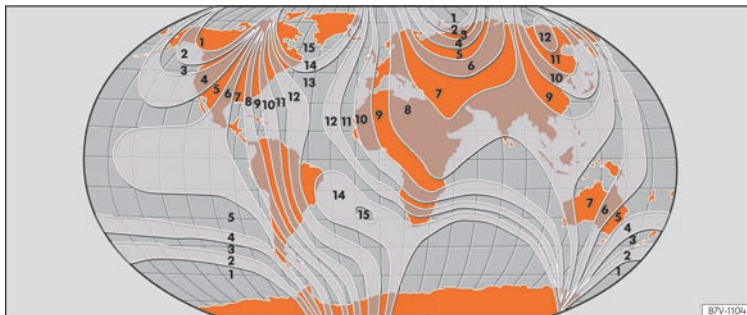

Fig. 80 Zones magnétiques.
- Sélectionnez la zone magnétique correspondant à la situation du véhicule » **fig. 80**.